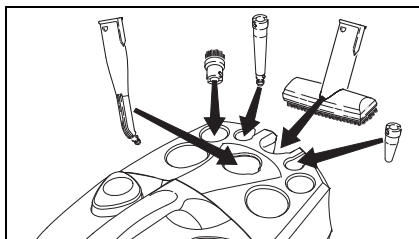

Fig. 1
- Colocar o bico manual (E1) no suporte correspondente para acessórios (veja fig. 1). **Aviso:** O bocal de jacto pontual (D1), a extensão (D2), a escova redonda (D3) e o bocal de alta pressão (D4) já estão colocados no seu lugar.